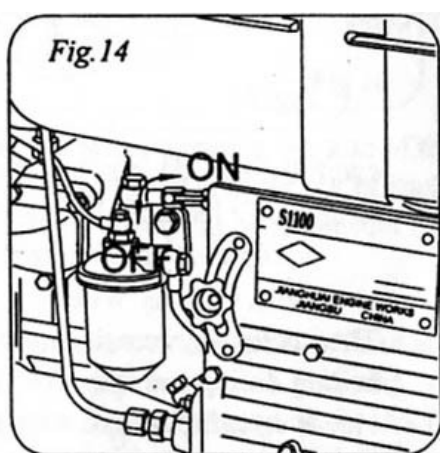

Рис.14
4.4.3 Закройте кран топливного бака (рис. 14).